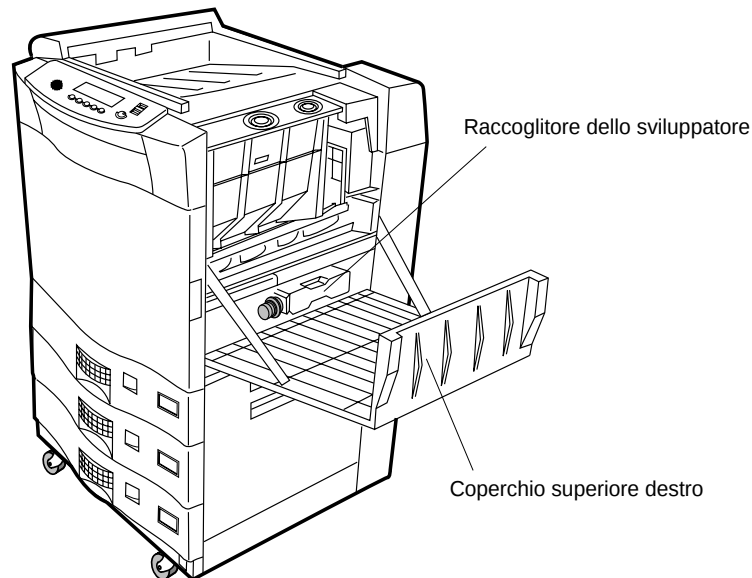

Figura 4-15 Sviluppatore e raccoglitore dello sviluppatore
1. Aprire il coperchio superiore destro e individuare la tanica dello sviluppatore, come mostrato nella Figura 4-15.